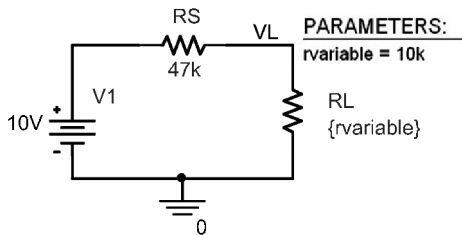

图 5.7 阻抗匹配电阻网络
如图 5.7 所示为简单的电阻匹配电路，绘制负载电阻功耗随其阻值变化的曲线。
2. 从 source 元件库选择 V_{DC} 直流电压源, 并设置其值为 10V。从 analog 元件库选择电阻 R, 重命名为 RS, 阻值设置为 47k; 选择电阻 R, 重命名为 RL, 阻值设置为 {rvariable}。从 capsym 元件库连接 0V 接地符号 (**Place > Ground**)。把电阻 RS 与 RL 的连接节点命名为 VL (Place Net > Alias) (见图 5.7)。
8. 通过选择菜单 **PSpice > Markers > Power Dissipation** 或者图标  或  在电阻 RL 上放置功率探针，如图 5.7 所示。